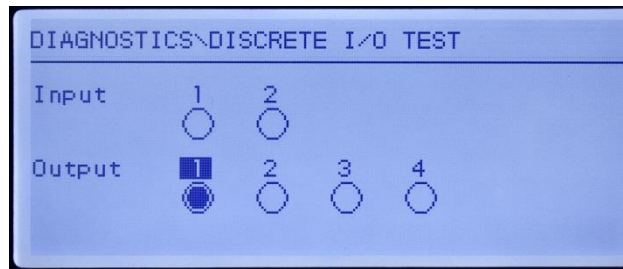

Figura 5-6: Schermata del test I/O discreto, con uscita 1 attiva
- 3 L'evidenziazione per il controllo di un'uscita specifica è indicata da un'immagine inversa del numero sopra l'uscita. Quando è evidenziata un'uscita, premere il tasto SU per attivare l'uscita. Viene visualizzato un cerchietto pieno per indicare che l'uscita è attiva. Come mostrato in Figura 5-6.